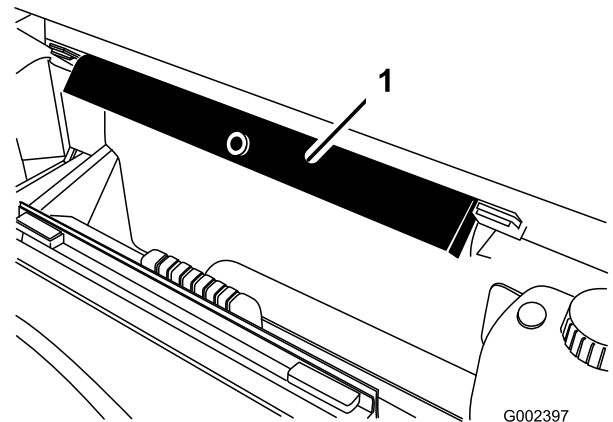

Figure 100
8. Sortez la béquille de sécurité des supports de rangement au dos du panneau du système ROPS (Figure 100).